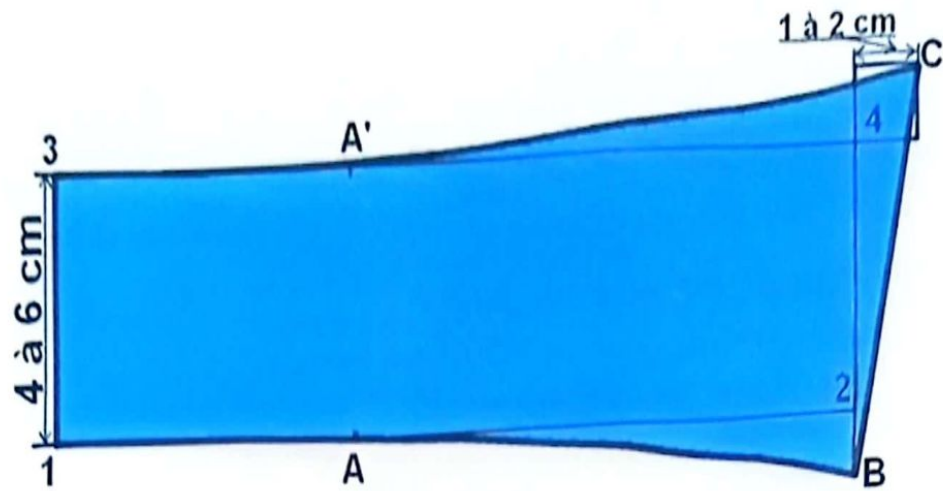

FIG. 1
- 1-A-B-C-A'-3-1 = contour du tombant du col (fig.1).